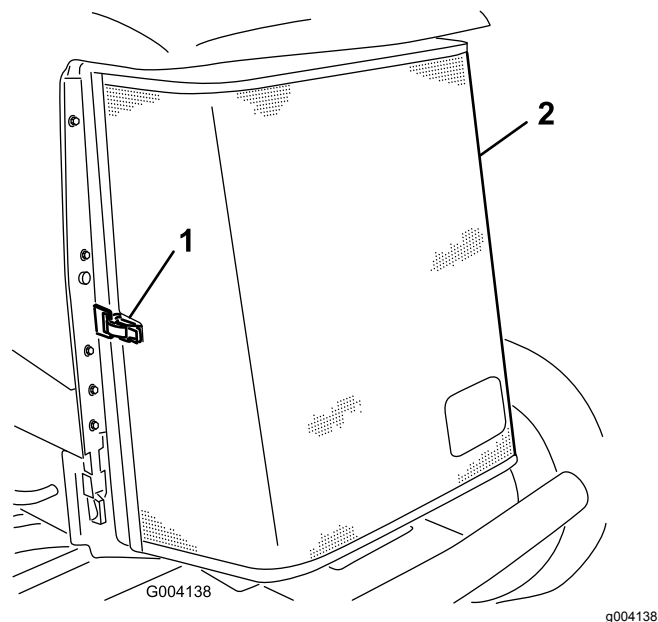

Figure 59
3. Déverrouillez le loquet et ouvrez la grille arrière (Figure 59).